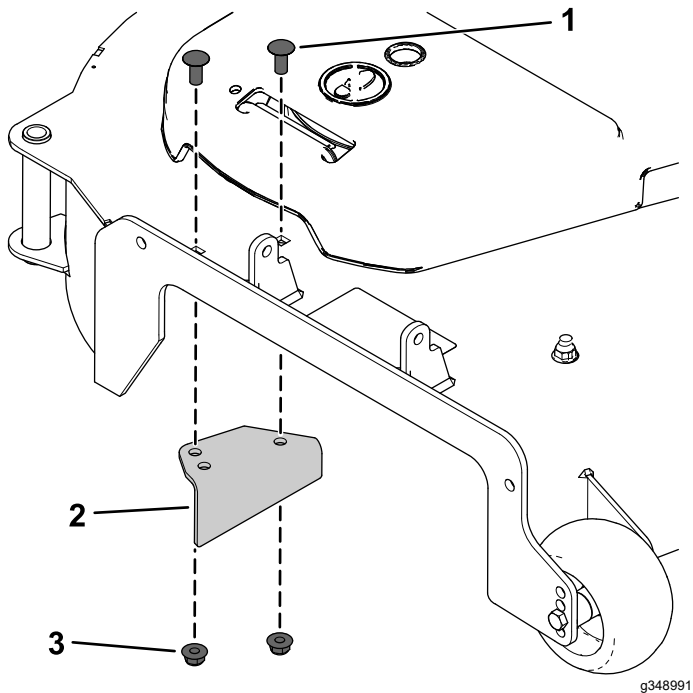

Bild 6
4. Befestigen Sie das neue Auswurfablenkblech mit zwei Schlossschrauben ($\frac{3}{8}$ " x $\frac{7}{8}$ ") und zwei Sicherungsmuttern ($\frac{3}{8}$ "), wie in Bild 6 dargestellt.